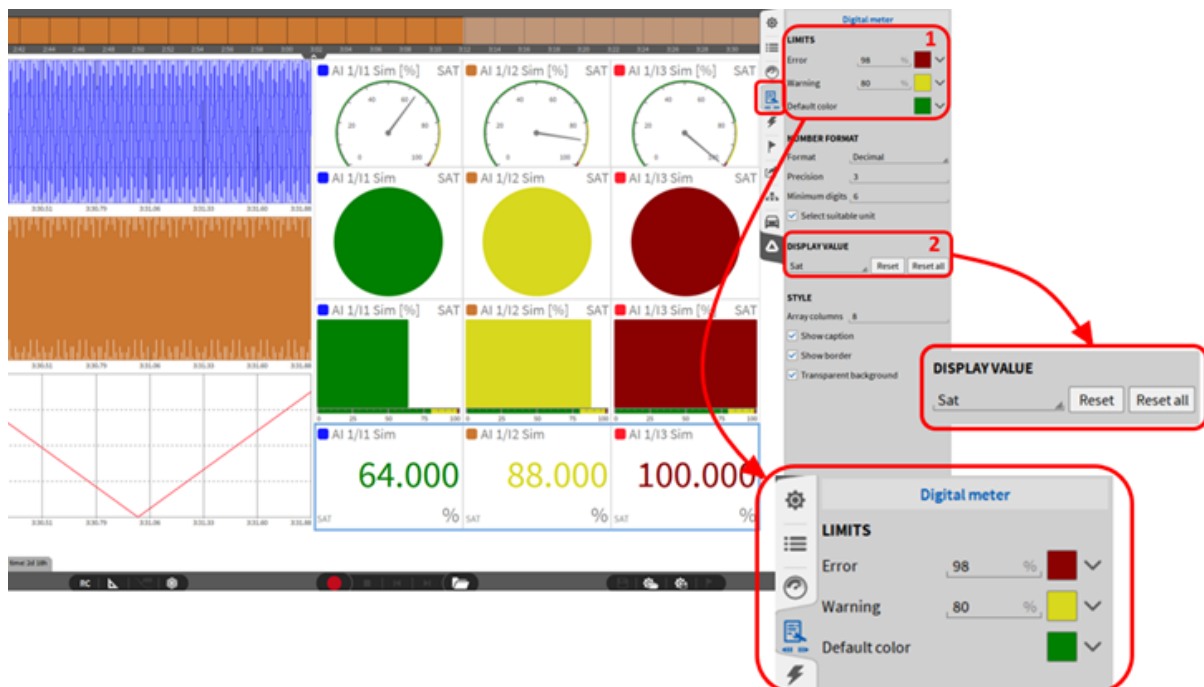

Abb. 8.14: Sättigungsdarstellung von Kanälen
Nach dem Hinzufügen einer der zuvor aufgelisteten Instrumente am Messbildschirm, muss als Anzeigewert der Modus „Sat“ (Sättigung) in den Einstellungen des jeweiligen Instrumentes ausgewählt werden. (siehe ② *Abb. 8.14*). Mit Betätigen des Knopfes „Reset“ kann das ausgewählte Instrument zurückgesetzt werden, mit „Reset all“ werden automatisch alle Sättigungsdarstellungen zurückgesetzt (Auch für andere als das ausgewählte Instrument). Nach der Auswahl des Anzeigewertes „Sat“, können die Farben sowie die Grenzwerte für die Darstellung bei Bedarf geändert werden (siehe ① in *Abb. 8.14*).